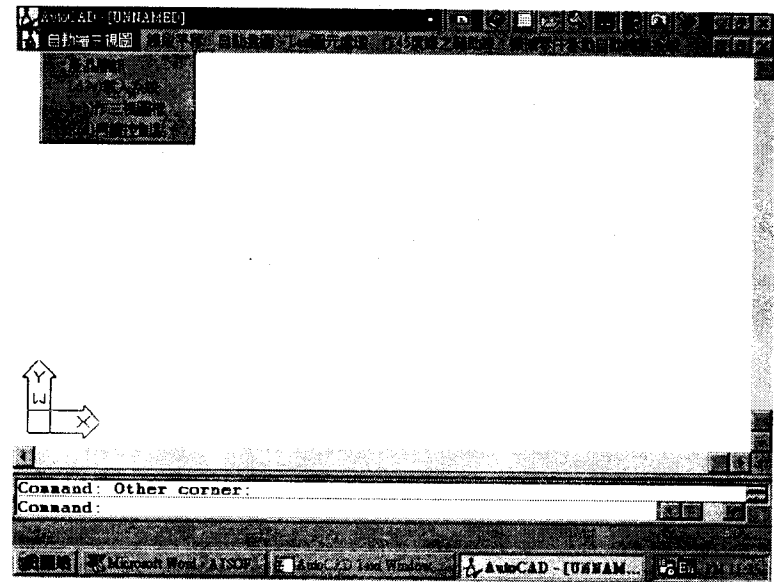
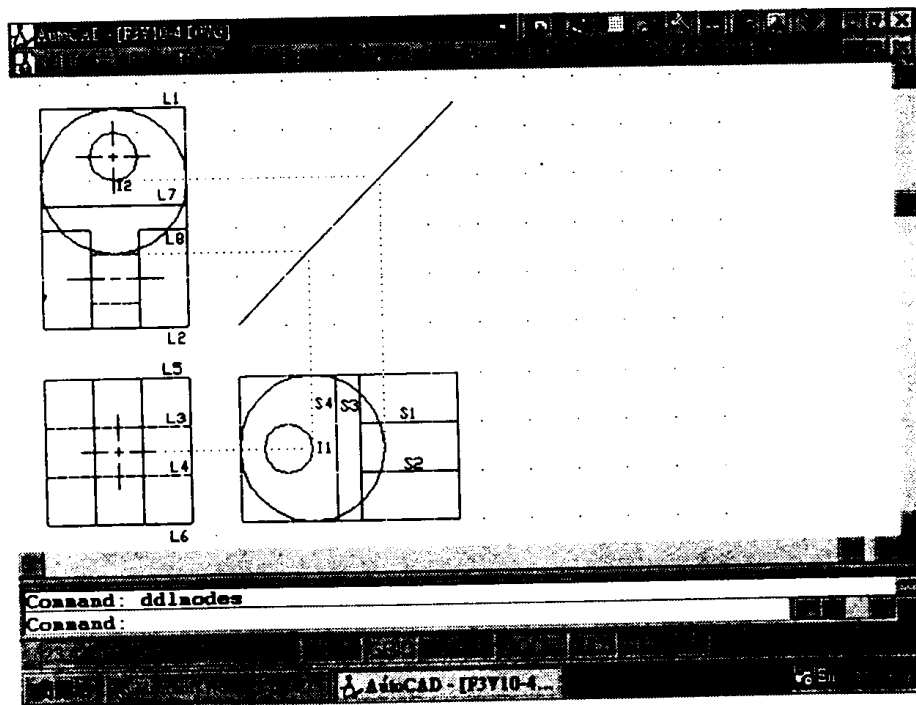

图 0-1
图 0-5
(1)2D 三视图自动绘制系统:软件功能菜单及图例见图 0-1~图 0-5。